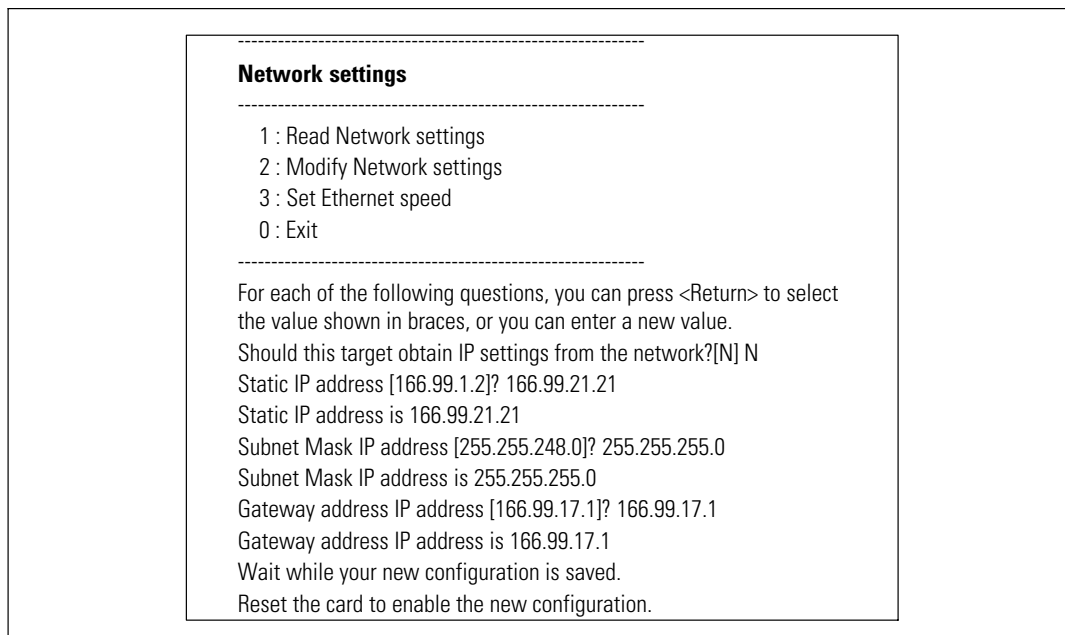

Abbildung 11. Ändern der Netzwerkeinstellungen
- 1 Geben Sie im Hauptmenü 2 ein und drücken Sie die **Eingabetaste**. Geben Sie erneut 2 ein und drücken Sie wieder die **Eingabetaste**, um die Netzwerkeinstellungen zu ändern. Das Menü „Netzwerkeinstellungen“ wird angezeigt (siehe Abbildung 11).